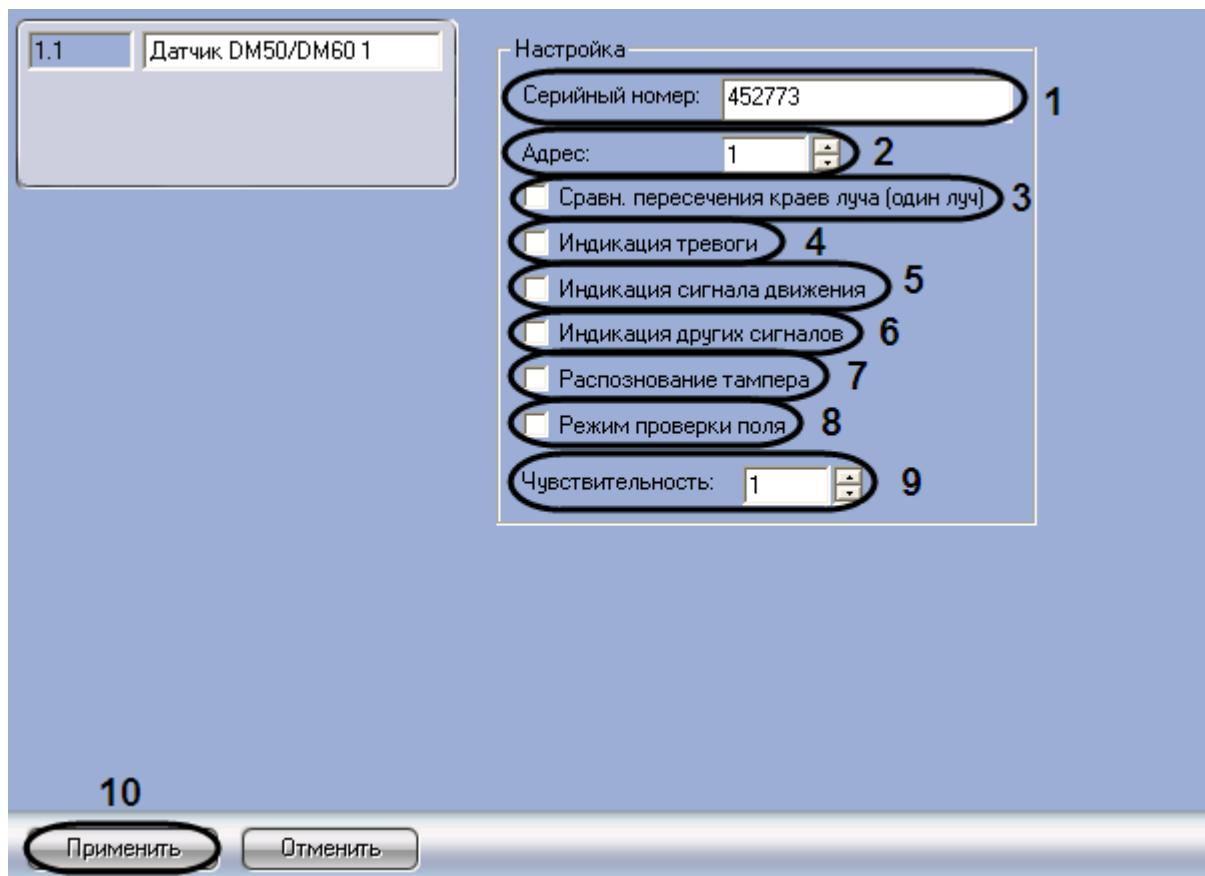

Рис. 3.10-2. Панель настройки объекта Датчик DM50/DM60
1. Перейти на панель настройки объекта **Датчик DM50/DM60** (Рис. 3.10-2)
2. В поле **Серийный номер** (см. Рис. 3.10-2, 1) ввести серийный номер датчика DM50/DM60 в шестнадцатеричном формате.
3. В поле **Адрес** ввести с помощью кнопок **вверх-вниз** адрес датчика DM50/DM60 в десятичной системе счисления (см. Рис. 3.10-2, 2).
4. При необходимости подавать сигнал тревоги, если разорван один луч, установить флагок **Сравн. Пересечения краев луча (один луч)** (см. Рис. 3.10-2, 3).
5. Для индикации диода на датчике при тревоге установить флагок **Индикация тревоги** (см. Рис. 3.10-2, 4).
6. Для индикации диода на датчике по сигналу движения установить флагок **Индикация сигнала движения** (см. Рис. 3.10-2, 5).
7. Для индикации других сигналов установить флагок **Индикация других сигналов** (см. Рис. 3.10-2, 6).
8. Для отслеживания состояния корпуса датчика установить флагок **Распознавание тампера** (см. Рис. 3.10-2, 7).
9. Для перехода в режим тестирования поля установить флагок **Режим проверки поля** (см. Рис. 3.10-2, 8).
10. В поле **Чувствительность** ввести с помощью кнопок **вверх-вниз** значение чувствительности датчика DM50/DM60 (см. Рис. 3.10-2, 9).
11. Для сохранения внесенных изменений нажать кнопку **Применить** (см. Рис. 3.10-2, 10).
1. Перейти на панель настройки объекта **Датчик DM70** (Рис. 3.10-2)
2. В поле **Серийный номер** (см. Рис. 3.10-2, 1) ввести серийный номер датчика DM70 в шестнадцатеричном формате.
3. В поле **Адрес** ввести с помощью кнопок **вверх-вниз** адрес датчика DM70 в десятичной системе счисления (см. Рис. 3.10-2, 2)
4. При необходимости подавать сигнал тревоги, если разорван один луч, установить флагок **Сравн. Пересечения краев луча (один луч)** (см. Рис. 3.10-2, 3)
5. Для индикации диода на датчике при тревоге установить флагок **Индикация тревоги** (см. Рис. 3.10-2, 4)
6. Для индикации диода на датчике по сигналу движения установить флагок **Индикация сигнала движения** (см. Рис. 3.10-2, 5)
7. Для индикации других сигналов установить флагок **Индикация других сигналов** (см. Рис. 3.10-2, 6)
8. Для отслеживания состояния корпуса датчика установить флагок **Распознавание тампера** (см. Рис. 3.10-2, 7)
9. Для перехода в режим тестирования поля установить флагок **Режим проверки поля** (см. Рис. 3.10-2, 8)
10. В поле **Чувствительность** ввести с помощью кнопок **вверх-вниз** значение чувствительности датчика DM70 (см. Рис. 3.10-2, 9)